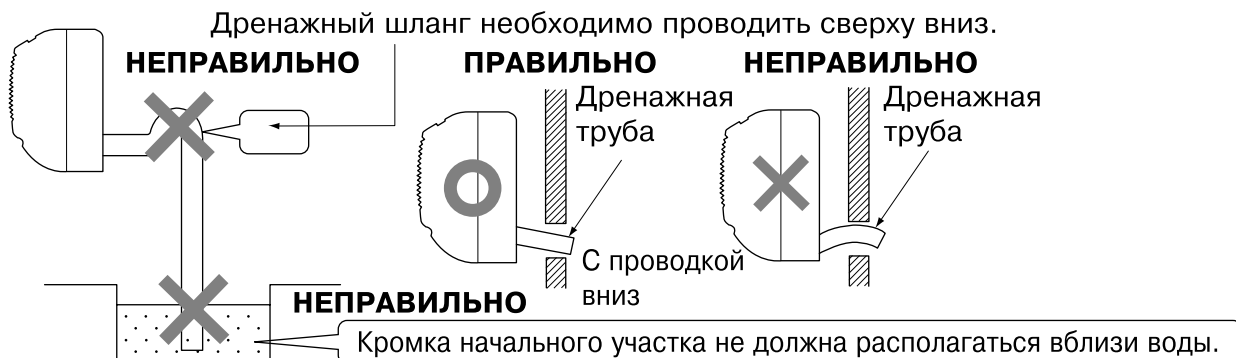

Рис. 15
- Будьте особенно внимательны при выполнении операций, показанных на рис. 15.